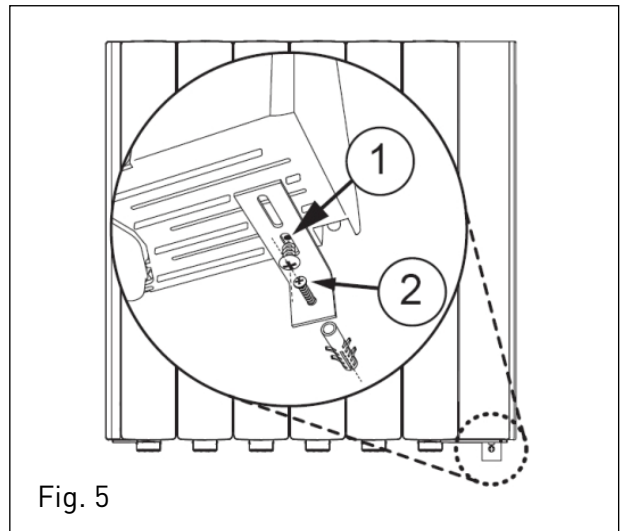

Fig. 5
- Para evitar que el emisor pueda ser separado de la pared por su parte inferior, se adjunta una escuadra junto con dos tornillos y un taco (**Fig. 5**). Fije la escuadra metálica a la base del emisor mediante el tornillo 1 (**Fig. 5-1**) y marque en la pared la posición donde fijar el taco. Practique el agujero de Ø 6 mm e inserte el taco, seguidamente fije la escuadra y todo el emisor en la pared mediante el tornillo 2 (**Fig. 5-2**).